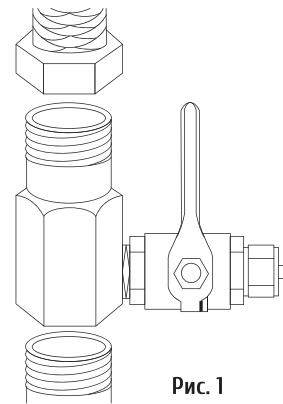

Рис. 1
- 2) Установите хромированный переходник между гибким шлангом смесителя и трубопроводом подачи холодной воды. Будьте осторожны, чтобы не повредить резьбовые соединения (Рис.1).